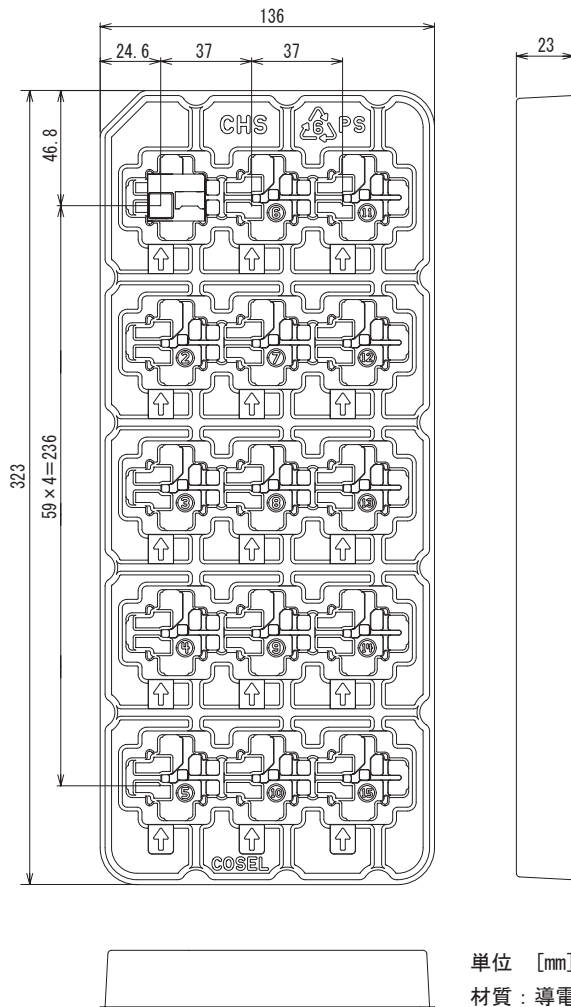
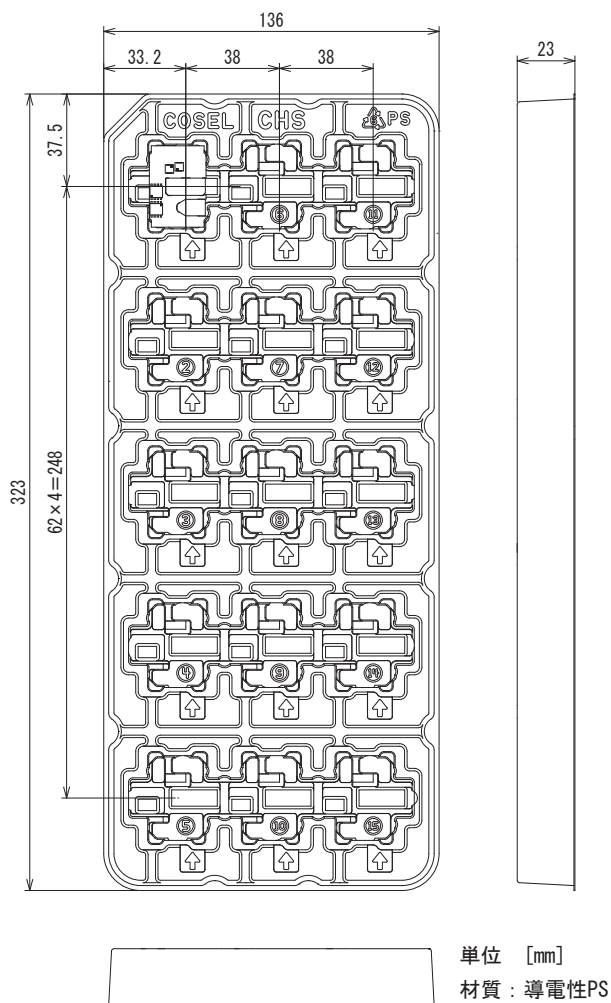

図9.1 CHS60 梱包形態 (トレイ)
図9.3 CHS120 梱包形態（トレイ）
■CHSシリーズのSMDタイプ (オプションS) 梱包形態 (トレイ) は、図9.1～図9.3を参照ください。